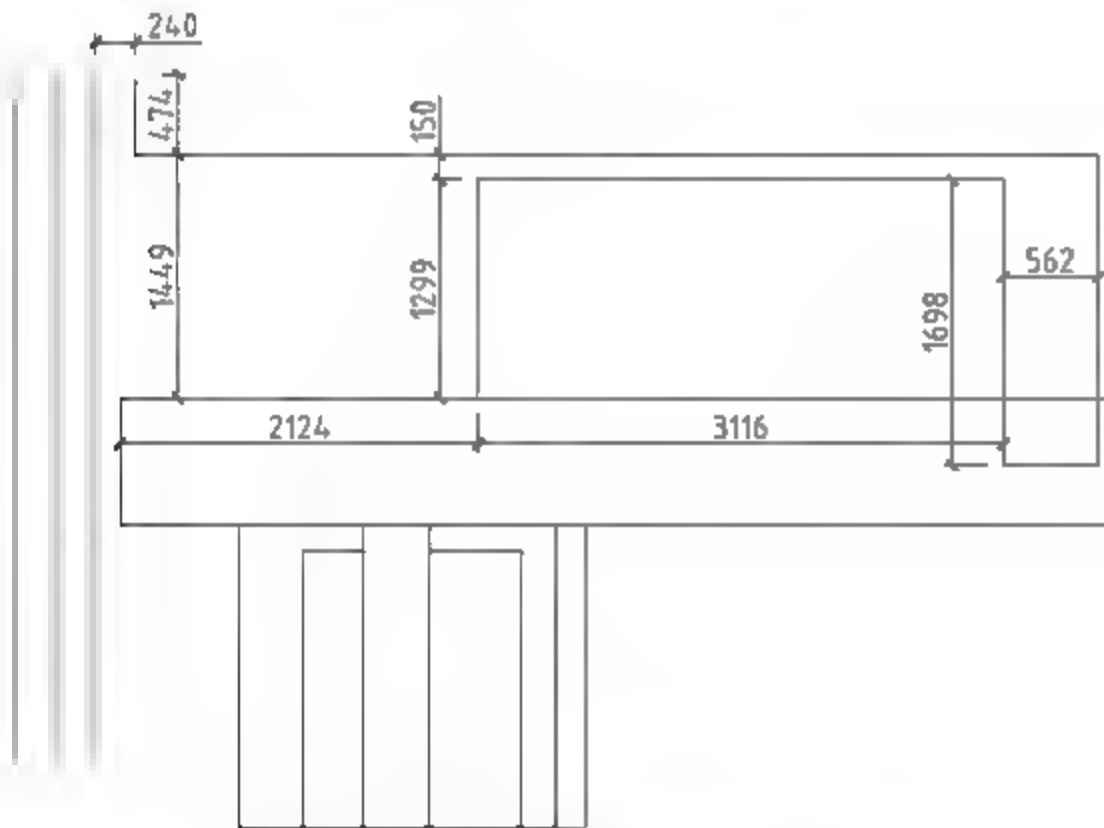

图10-8 绘制线路
- 05** 调用L【直线】命令，分别指定直线的起点和端点，绘制线路如图10-8所示。